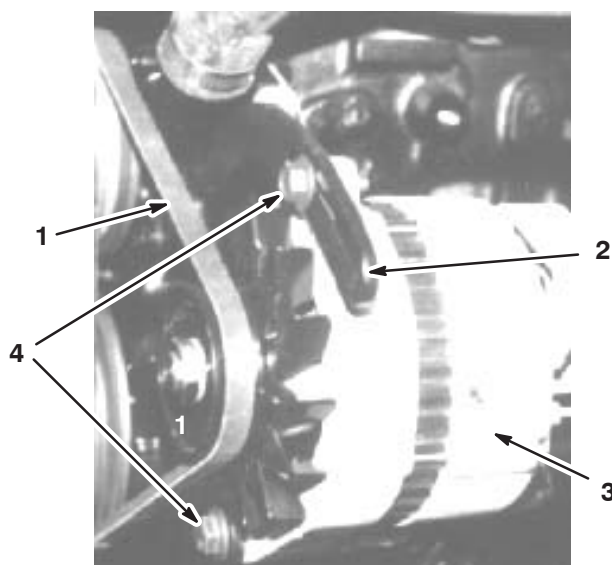

Bild 52
3. Lockern Sie die Schrauben, die den Bügel am Motor befestigen sowie die Schraube, mit der die Lichtmaschine am Bügel befestigt ist (Bild 52).